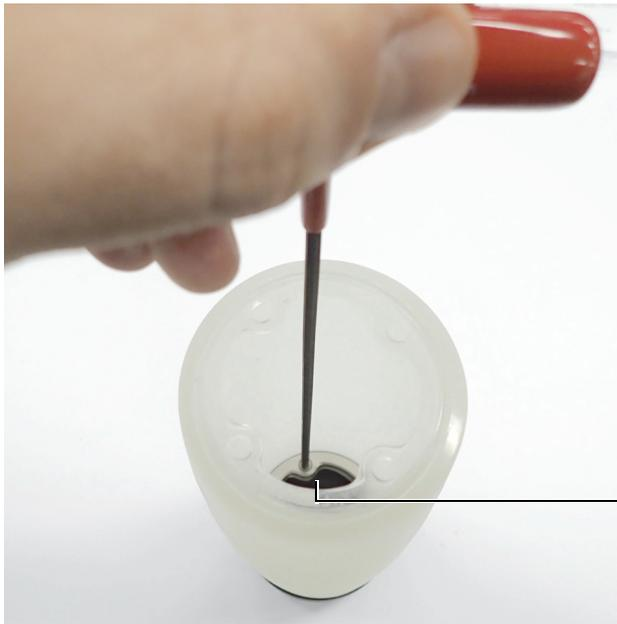

Abbildung 6-20 Entfernen des Flachflanschs der Akustikrolle
2. Entfernen Sie den Flachflansch (Abbildung 6-20 auf Seite 101).